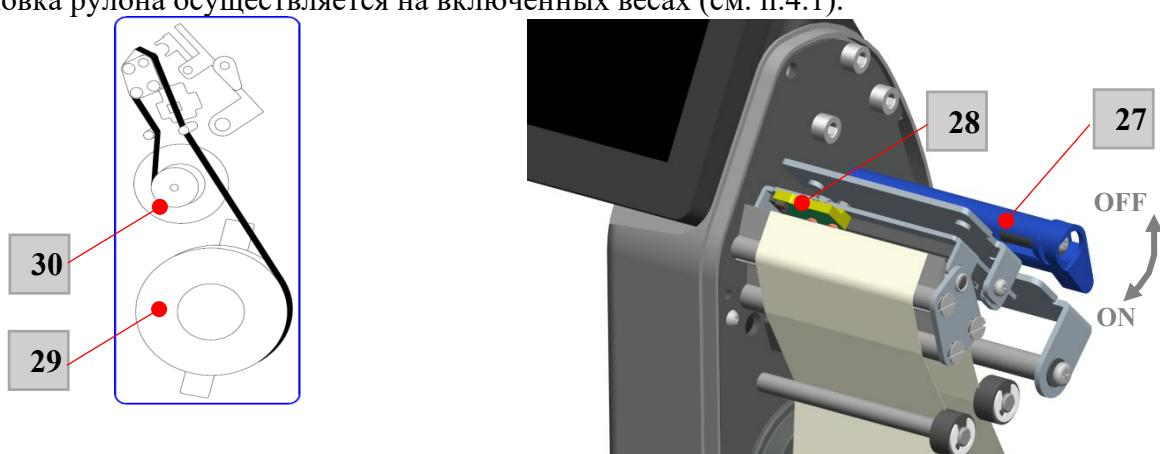

Рисунок 5 – Схема установки рулона этикеток
⚠ При расположении весов старайтесь избегать попадания прямых солнечных лучей на сенсорный экран [1] и датчик отрыва этикетки [28] (см. рис. 5).
- откройте крышку печатающего устройства [12] (на рис.5 не показана);
- наденьте рулон на держатель [29] и протяните конец ленты через лентопротяжный механизм и принтер согласно схеме (см. рис. 5);